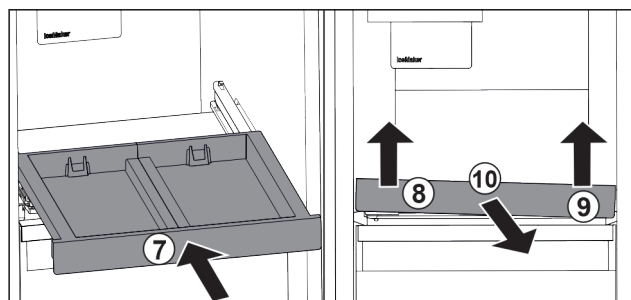

Fig. 98
- Rentrer le compartiment coulissant. Fig. 98 (7)